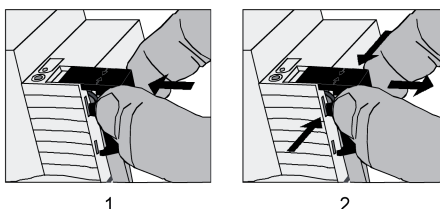

Bild 7: Abdeckkappe für Busanschluss anbringen / entfernen
- Abdeckkappe anbringen: Die Abdeckkappe wird über die Busklemme geschoben, bis sie spürbar einrastet (Bild 7).
- Abdeckkappe entfernen: Die Abdeckkappe wird entfernt, indem sie seitlich leicht eingedrückt und nach vorne abgezogen wird (Bild 7).